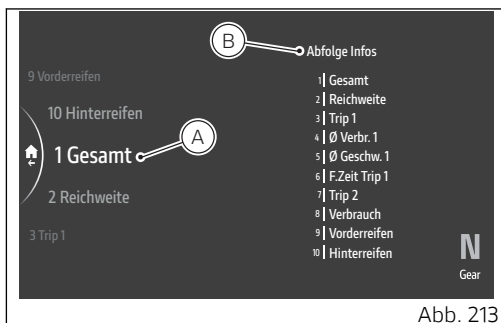

Abb. 213
In der Mitte wird die Liste der 10 wählbaren Angaben mit der Nummer ihrer aktuellen Position (A, Abb. 213). Rechts wird die aktuelle Reihenfolge der Fahrinformationen (B, Abb. 213) angezeigt.
- Mit dem Joystick ▲ ▼ die Angabe „Gesamt“ markieren, dann auf ENTER (Abb. 213) drücken.
Zum Rücksetzen der ursprünglichen Reihenfolge die Angabe „Standard“ wählen, dann auf ENTER drücken: Es wird einige Sekunden lang „Warten...“ gefolgt von „Wiederhergestellt“ eingeblendet. Daraufhin wird die Angabe „Standard“ nicht mehr in der Liste des Menüs stehen, während die Position der Angaben und die aktuelle Reihenfolge der „Informationen“ wieder wie ursprünglich in der Liste stehen (Abb. 213).